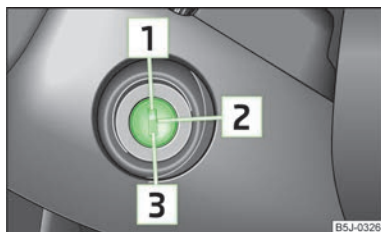

Fig. 82
- Durante la marcha con el motor parado, la llave de encendido ha de estar siempre en la posición **2** » fig. 82 de la página 82 (encendido conectado). Esta posición se indica encendiéndose los testigos de control. Si no es así, podría producirse inesperadamente el bloqueo de la dirección - ¡Peligro de accidente!
- El motor de arranque sólo se deberá accionar (posición de la llave de contacto **3** » fig. 82 de la página 82) si el motor del vehículo está parado. Si se acciona el motor de arranque con el motor en marcha, puede resultar dañado el motor de arranque o el motor del vehículo.
Si la **dirección está bloqueada** y no se puede girar la llave de contacto la posición **2** » fig. 82 o resulta muy difícil, se debe ligeramente el volante hacia los lados para liberar el bloqueo de la dirección.
- Pisar el pedal del embrague a fondo, conectar el encendido **2** » fig. 82 de la página 82 y arrancar **3** - no acelerar. Mantener el pedal de embrague pisado a fondo hasta que el motor arranque.
Parar el motor girando la llave de contacto a la posición **1** » fig. 82 de la página 82.